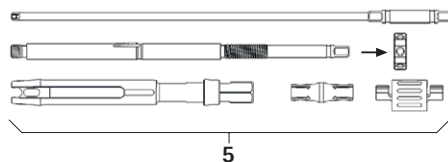

Abb. 3
- Repositionshebel perkutan 5 demontieren, siehe Abb. 3. Repositionshebel komplett zerlegen und Spannmutter abschrauben.